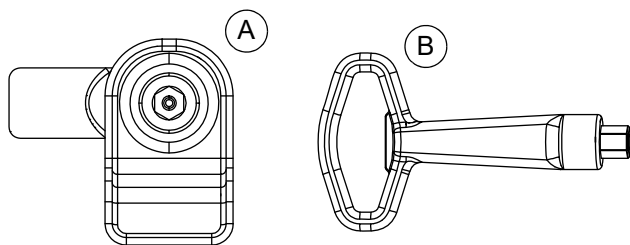

Figure 5-4. Clé et loquet du panneau d'accès (typique)
1. Voir Figure 5-4. Insérer la clé (B) dans le loquet (A) et la tourner d'un demi-tour dans le sens inverse des aiguilles d'une montre.